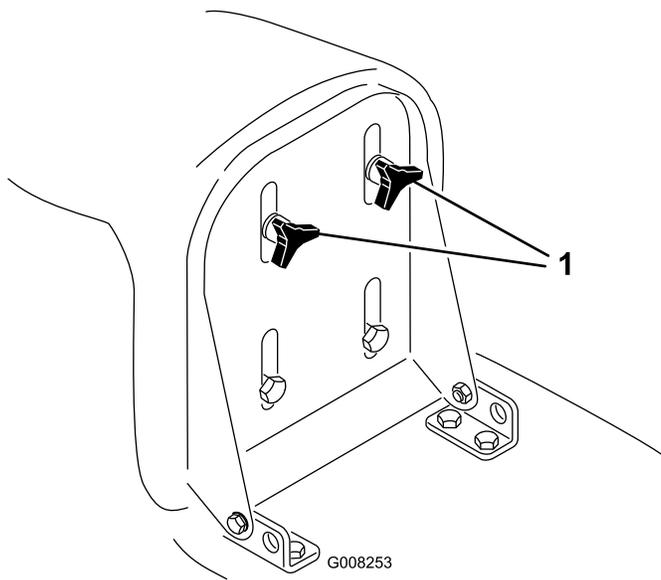

Bild 8
1. Klappen Sie den Sitz hoch und lösen Sie die Einstellhandräder (Bild 8).